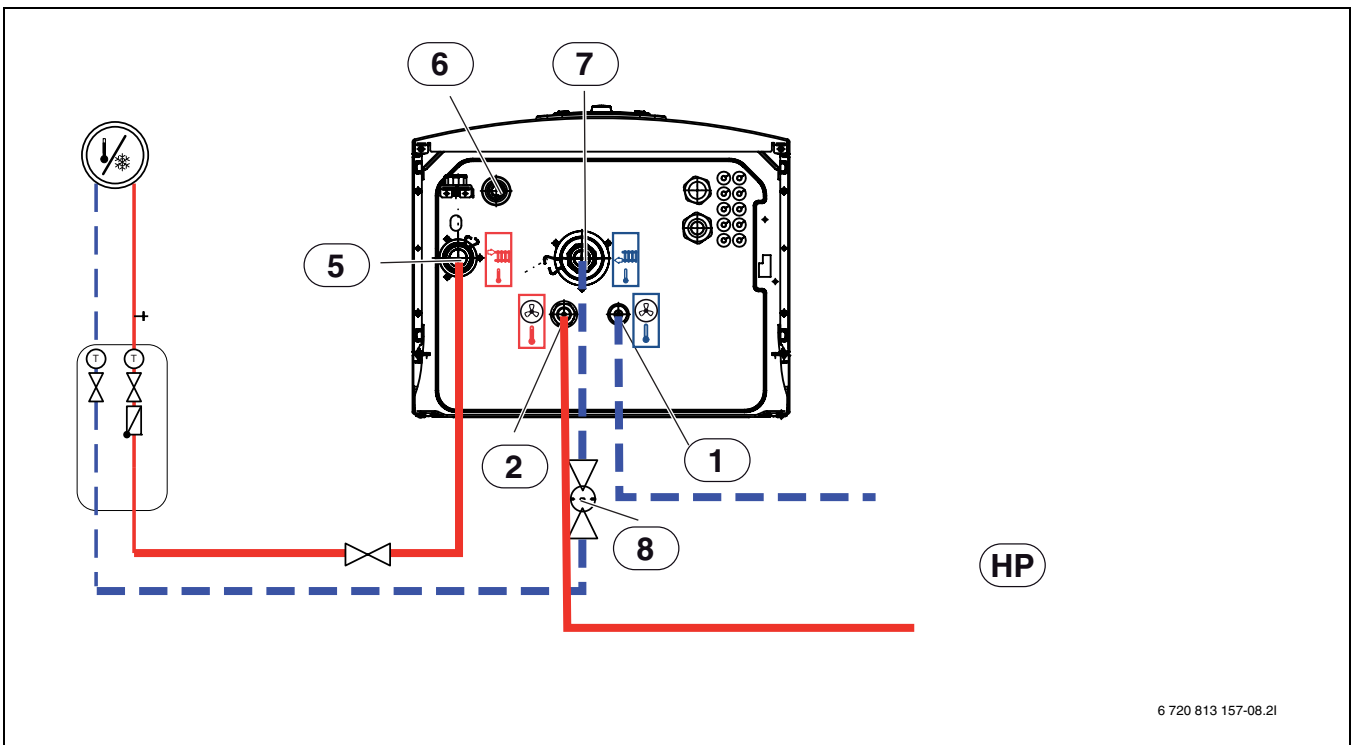

Fig. 36 Tilslutning af en indeenhed med elektrisk varmelegeme til en varmepumpe og et varmesystem
- ▶ Afløbsslange [6] fig. 36 føres til et frostfrit afløb.
- ▶ Varmebærerrør fra varmepumpen tilsluttes [1] fig. 36.
- ▶ Varmebærerrør til varmepumpen tilsluttes [2] fig. 36.
- ▶ Returløb fra varmesystem tilsluttes [7] fig. 36.
- ▶ Fremløb til varmesystem tilsluttes [6] fig. 36.